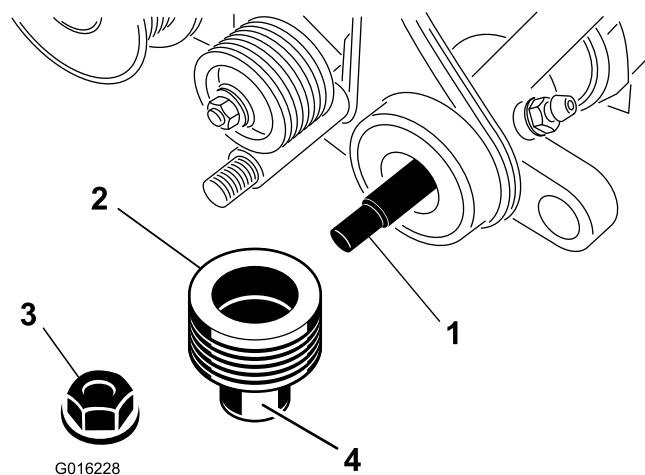

Figura 6
13. Aplique massa lubrificante no vedante exterior da polia da transmissão (Figura 6).
14. Faça deslizar a polia para o eixo do rastelo (Figura 6).
15. Prenda a polia ao eixo com uma porca flangeada (Figura 6) e aperte-a com 23 a 28 N·m.
16. Aplique lubrificante no vedante da placa de suporte do lado esquerdo e extremidade do eixo do rastelo (Figura 6).